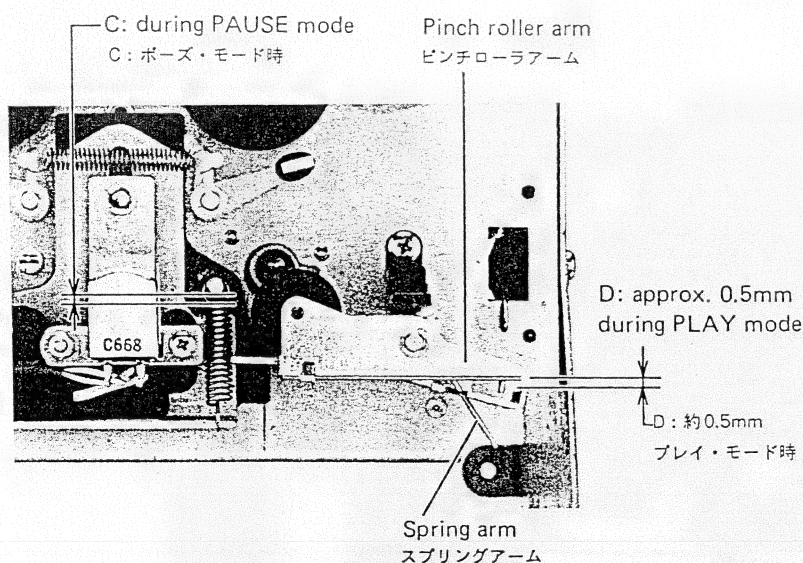

Fig. 5-4
1. With the deck in the play mode, check that there is clearance of approx. 0.5 mm between the pinch roller arm and the spring arm ("D" in Fig. 5-4).
4. Repeat switching operations from STOP to PAUSE mode two or three times, and make sure that when repeating steps 1 and 2, the clearances "D" and "B" are within the specified range respectively. Also make sure there is a clearance between head base and spring stud ("C" in Fig. 5-4).
1. プレイ・モードにして、ピンチ・ローラ・アームとスプリング・アームのすき間 (図 5-4 の D) が約 0.5mm であるか確認する。
4. ストップ・モードからポーズ・モードへの切換え操作をし、3 度繰り返した後、再度 1, 2 項のチェックをして、間隔 D と B がそれぞれ規定通りか確認する。また、ヘッド・ベースとスプリング支柱との間 (図 5-4 の C) にすき間があるか確認する。
Note: During play operation, make sure there is a clearance of approx. 0.5 mm between the pinch roller arm and the spring arm. Refer to Fig. 5-4.
注意: プレイ・モード中、ピンチ・ローラ・アームとスプリング・アーム間に約0.5mmのすき間があるか確認する (図5-4参照)。